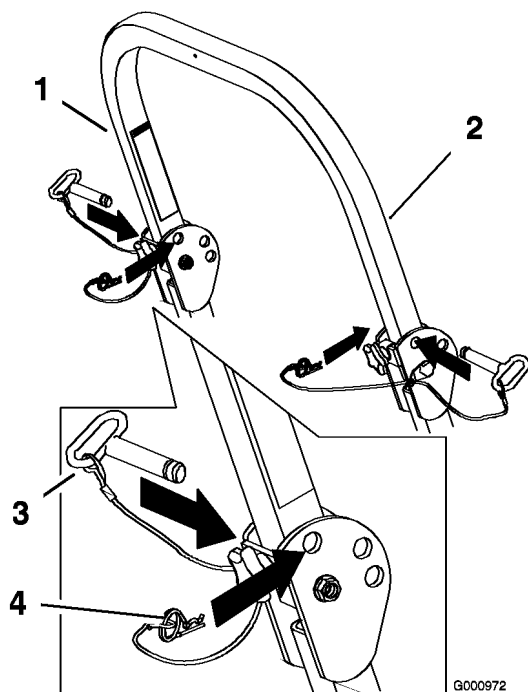

Figura 7
2. Rimuovete le coppiglie e togliete le due spine (Figura 7).
4. Inserite le due spine e fissatele con le coppiglie (Figura 7).
5. Per alzare il roll bar rimuovete le coppiglie e togliete le due spine (Figura 7).
6. Alzate il roll bar in verticale, inserite le due spine e fissatele con le coppiglie (Figura 7).